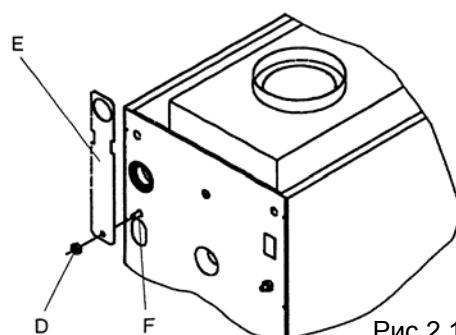

Рис. 2.11
- отвинтите гайку D верхнего заднего болта (рис. 2.11);
- поставьте вторую проушину Е на болт F по диагонали по отношению к первой проушине (рис. 2.11);
- привинтите на место гайку D (рис. 2.11);